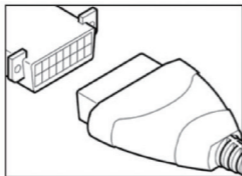

Figura 3.1.3
3. Conecta correctamente la herramienta de escaneo al DLC (Ver la Figura 3.1.3). El conector del cable está enchavetado y solo encajará de una manera.